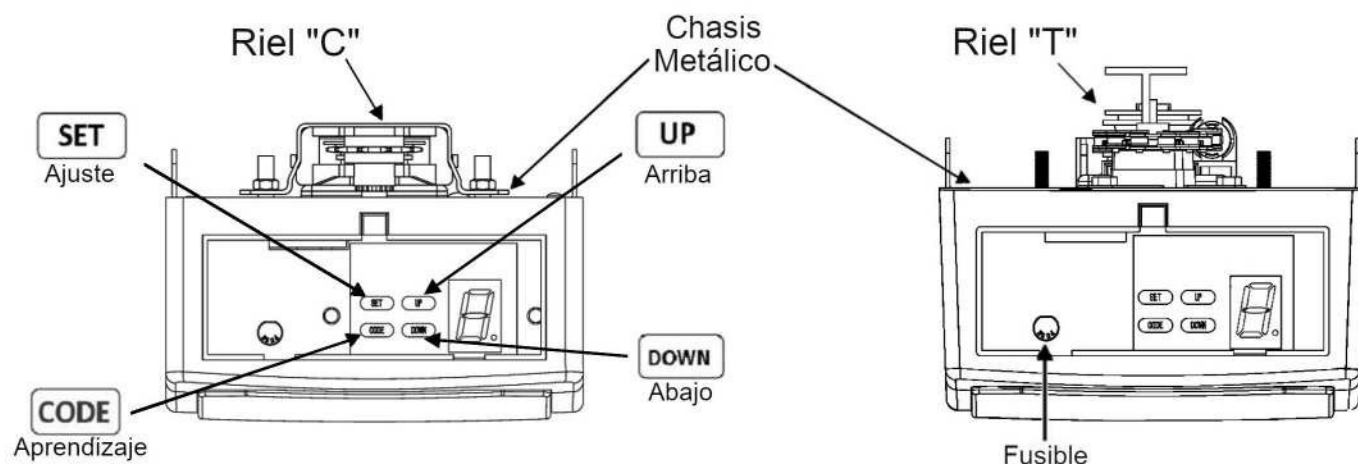

Fig.3
14. Chasis Metálico, Robusto y Seguro para Aplicaciones sobre Riel "C" ó Riel "T". (Fig.3)
15. Botones de Operación Arriba / Abajo (para Configuración). (Fig.3)
16. Fusible Principal Externo. (Fig.3)